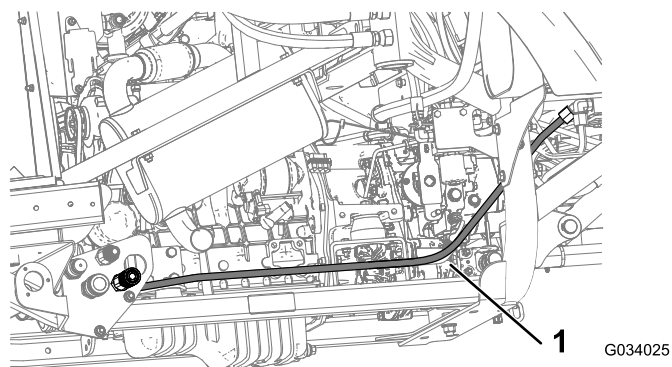

Рисунок 24
4. Установите гидравлический шланг F от 45-градусного штуцера к переходному патрубку (2,57 дюйма) на быстроразъемном штуцере (внутренняя резьба 1/2 x 1/2 дюйма) на перегородке в сборе, как показано на Рисунок 24.